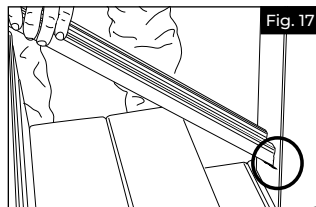

Fig. 17
b. Coloque la viga inferior en posición entre los dos postes, asegurándose de que la parte inferior de las vigas esté nivelada con las marcas hechas en el paso 2 (Fig. 17). Perfore el poste para el tornillo central del soporte con una broca de $\frac{1}{8}$ ". Fije los soportes en el poste con 3 tornillos de montaje (componente K) en cada soporte, comenzando con el agujero central para tornillo (Fig. 18).